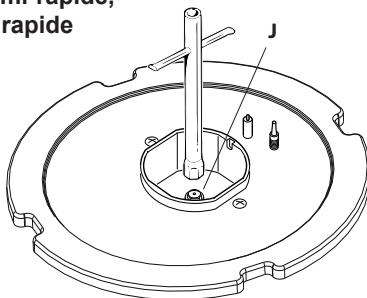

Fig. 2.2a
- A l'aide d'une clé plate, remplacer les injecteurs "J" (figs. 2.2a, 2.2b) par ceux qui conviennent au gaz que l'on va utiliser.